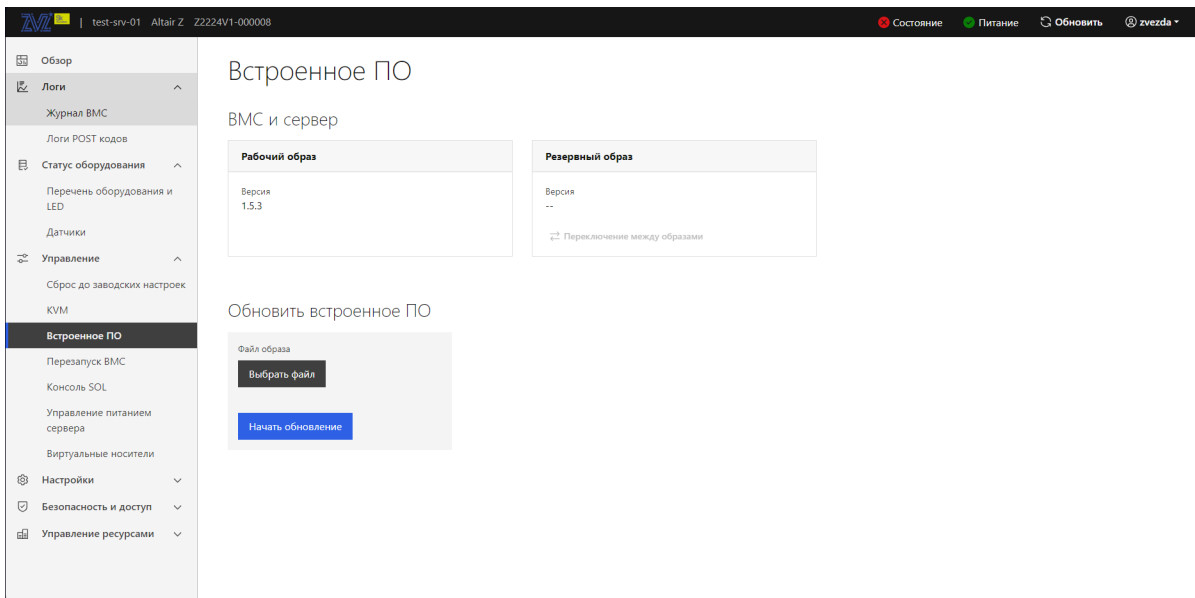

**Рис. 82. Окно «Виртуальные носители»**
- 7) Пройдите во вкладку «Управление» → «Виртуальные носители» в данной вкладке осуществляется виртуальное подключение периферийных устройств. Окно показано на рис. 82 Окно «Виртуальные носители»